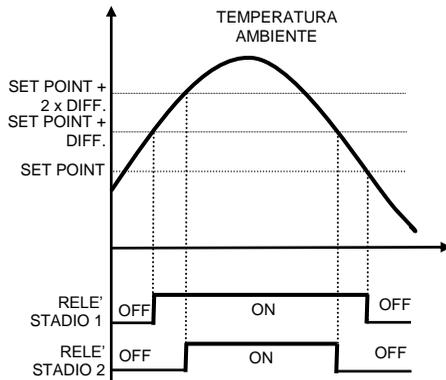

Figura 2 – Regolazione estiva
- in **ESTATE**, analogamente, se la temperatura ambiente è inferiore o uguale al set point, i due relè rimarranno spenti, mentre verranno accesi il primo ed, eventualmente, il secondo se la temperatura salirà sopra una o due volte il Differenziale impostato (vedi Figura 2).